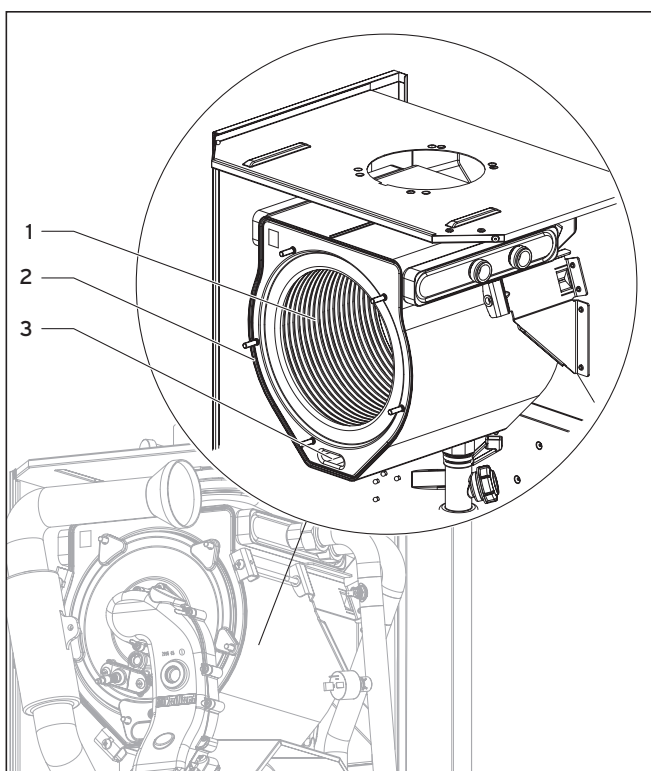

Fig. 7.4 Nettoyer l'échangeur thermique à condensation
- Nettoyez la spirale de chauffage (1) de l'échangeur thermique à condensation (2) avec une essence de vinaigre disponible dans le commerce (fig. 7.4). Rincez à l'eau.
- L'ouverture (3) permet de nettoyer le collecteur d'eau de condensation.